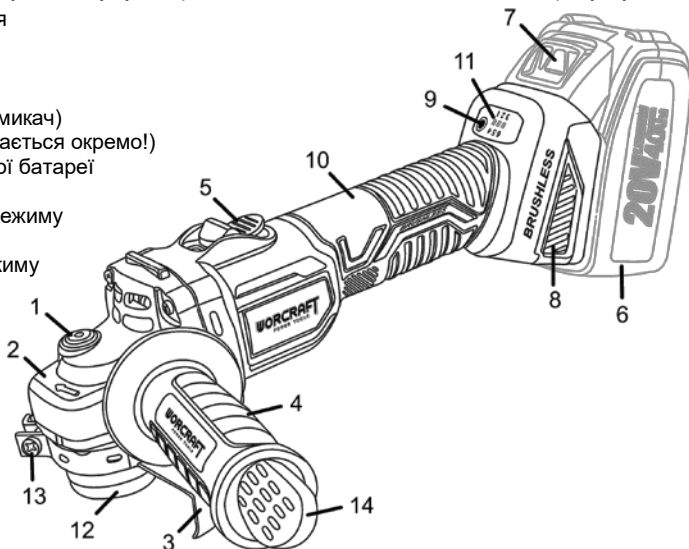
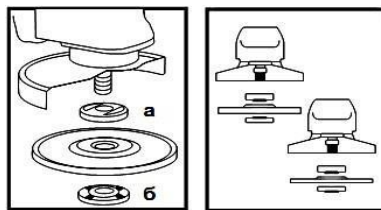

Рисунок 1
Рисунок 2
4.2 Міцно встановіть передню рукоятку (4, рисунок 1) у відповідний різьбовий отвір.
4.3 Встановіть захисний кожух (3, рисунок 1) у потрібне положення залежно від виду роботи та диска, що використовується.
Для цього натисніть кнопку блокування шпинделя (1, рисунок 1) і перевірте диск до такого положення, при якому він заблокується. За допомогою фланцевого ключа з комплекту постачання (14, рисунок 1), відкрутіть і зніміть затискну гайку («б», рисунок 2). Встановіть абразивний диск на посадкове місце фланцевої шайби («а», рисунок 2), наживіть рукою затискну гайку на шпindel і затягніть її за допомогою фланцевого ключа з комплекту постачання. Відпустіть кнопку блокування шпинделя та переконайтеся в тому, що вона вивільнена, шляхом дво- або триразового натискання. Перевірте диск і впевніться, що шпindel розблокований.
При встановленні диска з утопленим центром завжди розміщуйте його випуклою стороною до фланцевої шайби (дивіться рисунок 2).
4.10 Слідкуйте за тим, щоб вентиляційні отвори для охолодження виробу (8, рисунок 1) були завжди чистими та відкритими.